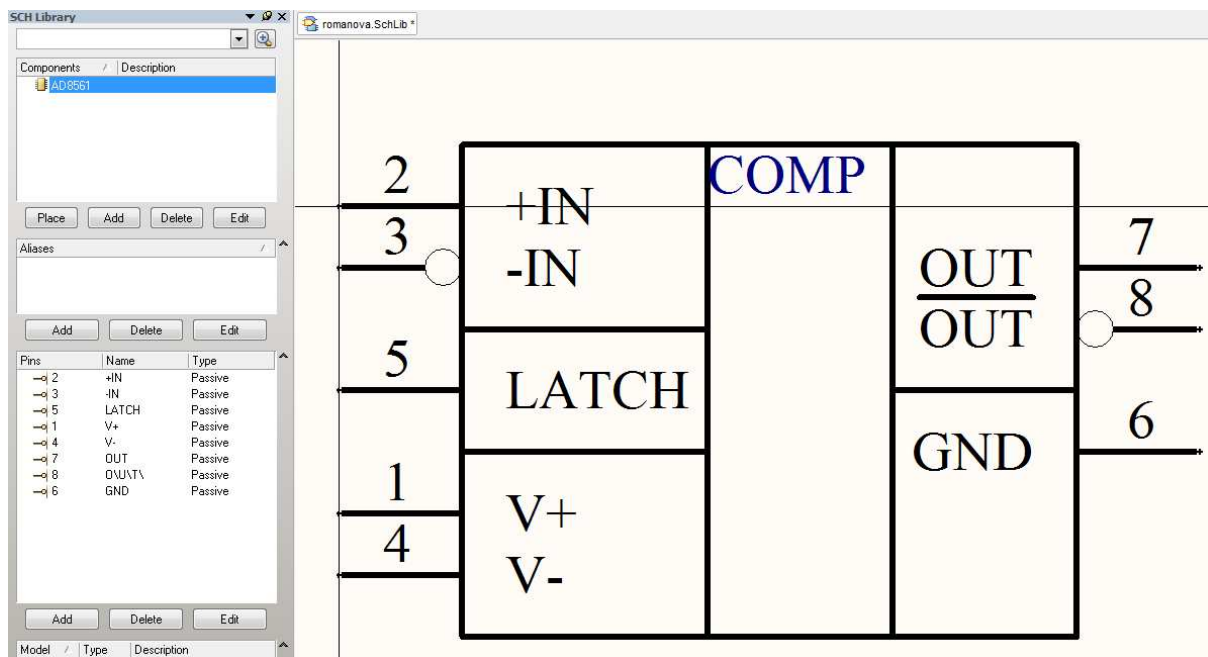

Рис. 82. УГО микросхемы AD8561
5. Расположить выводы микросхемы в соответствии с УГО (для AD8561 УГО в Altium Designer будет выглядеть так, как показано на Рис. 82). Для расположения первого вывода надо выбрать команду Place>>Pin и нажать кнопку TAB, чтобы задать свойства вывода. Display Name – это логическое имя или функциональное назначение контакта. Designator – обозначение вывода (для микросхем – это номер вывода). В зоне Graphical
7. Ввести функциональное назначение МС, выбрав Place>>Text String. Для AD8561: COMP (в соответствии с ГОСТ 2.743 так обозначается компаратор), см. Рис. 82.